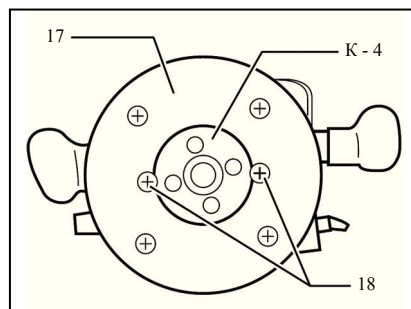

рис. 12
- для установки копировальной втулки, выкрутите винты 18 (рис.12) на основании фрезера 17 (рис.12), вставьте втулку выступом вниз и закрепите винты.